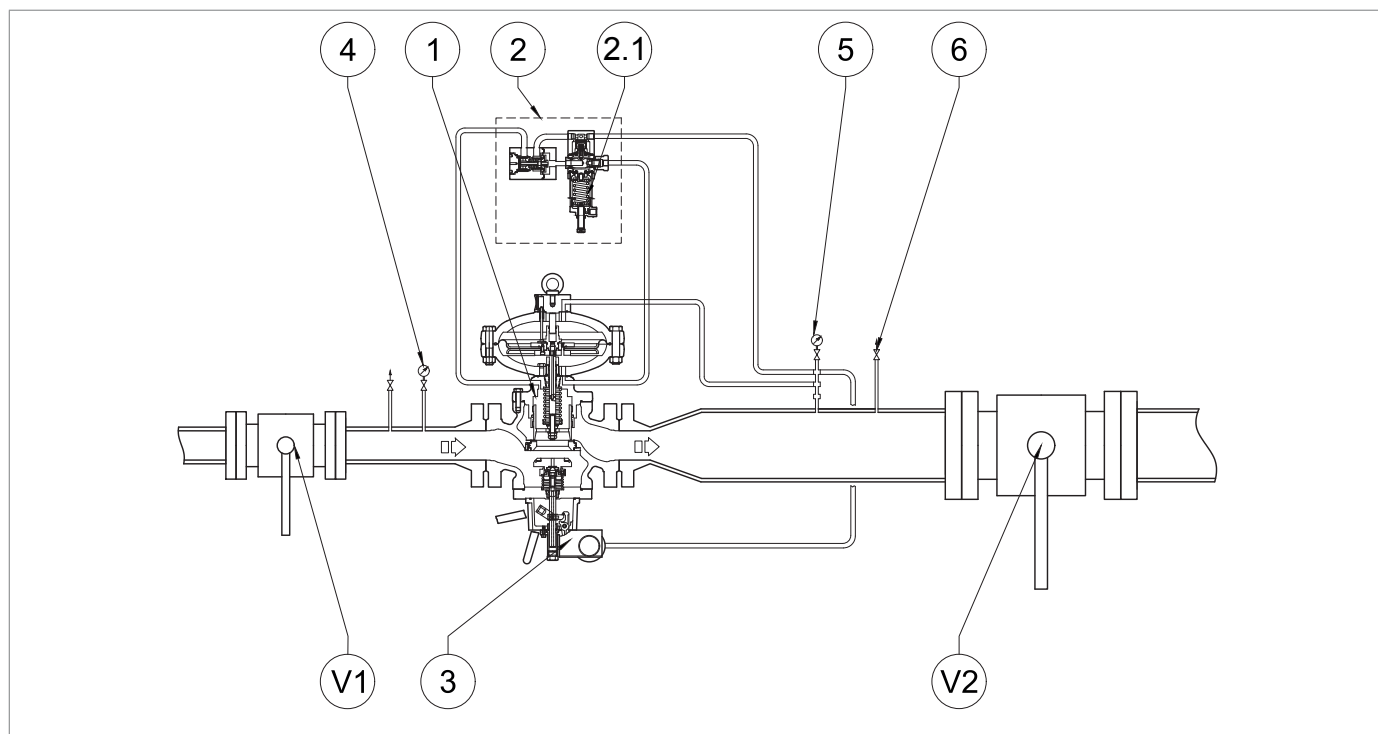

Fig. 8.32. Estanqueidad de la válvula de bloqueo incorporada SB/82
| 9    | <p>a- PARA LA PRIMERA PUESTA EN MARCHA DE LA LÍNEA DE REGULACIÓNSi la presión aguas abajo (Pd) no está en el valor de calibración requerido, proceda como sigue:</p> <ul style="list-style-type: none"> <li>valor de la presión aguas abajo (Pd) inferior al valor de calibración requerido: cargue el muelle de calibración (Fig. 8.32, ref. 2.1) del piloto girando el tornillo de ajuste en el sentido de las agujas del reloj (Fig. 8.37, ref. 10)</li> <li>valor de la presión aguas abajo (Pd) superior al valor de ajuste requerido: descargar el muelle de calibración del piloto (Fig. 8.32, ref. 2.1) girando el tornillo de ajuste en sentido contrario a las agujas del reloj (Fig. 8.37, ref. 10)</li> </ul> <p>b- DESPUÉS DEL MANTENIMIENTO DE LA LÍNEA DE REGULACIÓN</p> <ul style="list-style-type: none"> <li>cargue el muelle de calibración del piloto (Fig. 8.32, ref. 2.1) girando el tornillo de ajuste en el sentido de las agujas del reloj (Fig. 8.37, ref. 10) para aumentar el valor de la presión del regulador (1) girando la tuerca anular de ajuste (3) en el sentido de las agujas del reloj</li> </ul> |